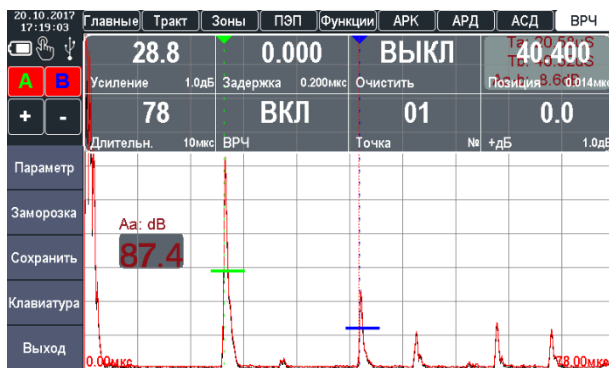

Рисунок 2.38 – Выбор второй точки ВРЧ
10. Выбрать значение точки 01 для второго отраженного сигнала и установить ее позицию (параметр «ПОЗИЦ.») на развертке по вершине импульса от второго отраженного сигнала (рис. 2.38).